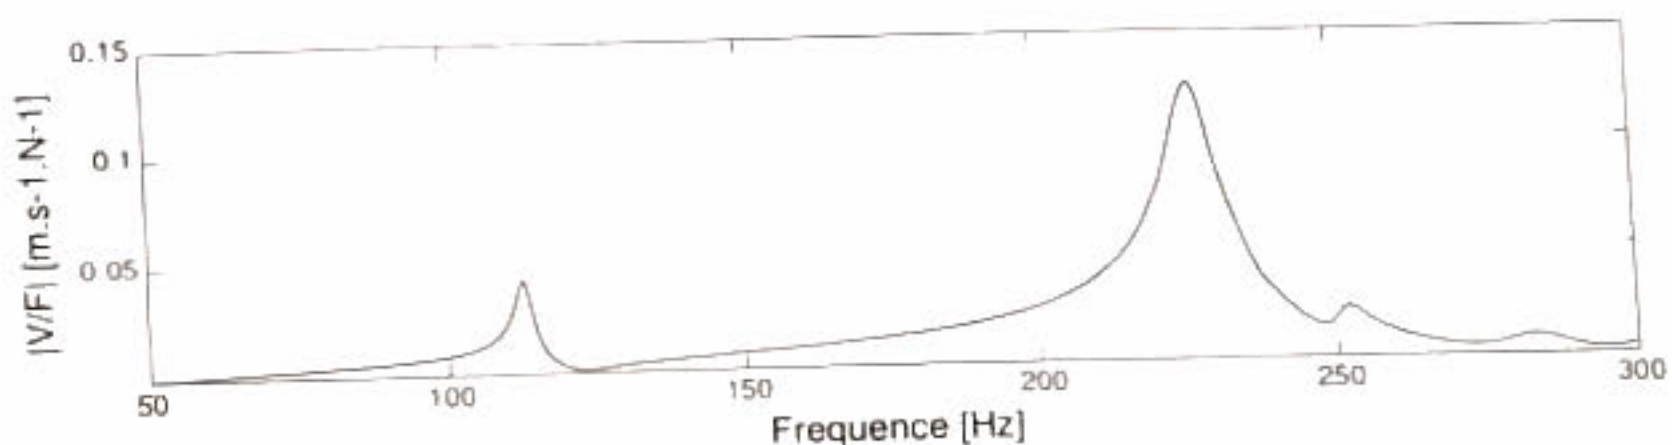

FIGURE 2 – Mesure de la Fonction de Réponse en Fréquence co-localisée au milieu du chevalet.
- c) À partir de la figure 2 (représentant une mesure de mobilité au chevalet d'une guitare acoustique), estimez la fréquence propre du résonateur acoustique et les deux fréquences de résonance du système couplé {table d'harmonie-évent} ?